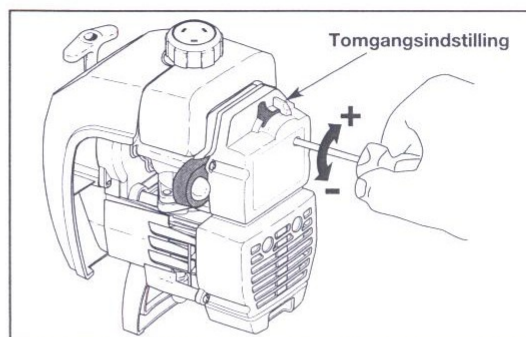

Fig. 23
2. Slip gashåndtaget og lad motoren gå i almindelig tomgang. Sætter den ud, stik da en lille skruetrækker til krydskærv eller en flad skruetrækker ind i hullet i beskyttelseskærmen til luftfilter/udstødningsrør (Fig. 23). Drej tomgangsindstillingskruen 1/8 af en omgang hver gang (efter behov), i urviserens retning, indtil motoren ikke mere sætter ud i tomgang. Se hvad der findes anført med hensyn til antal omdrejninger i minuttet i tomgang.